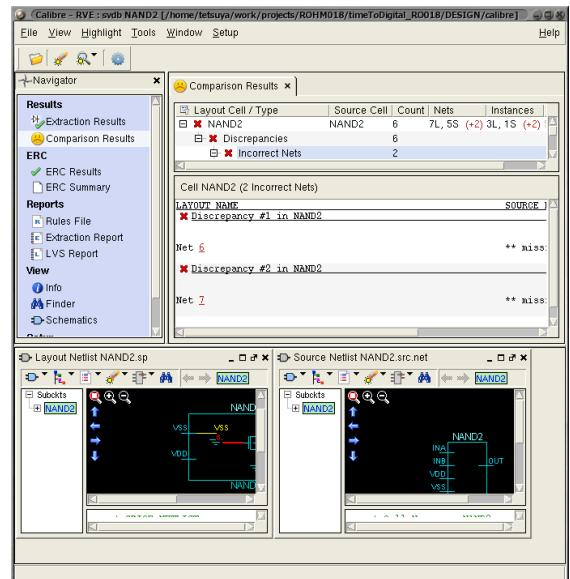

図 23: Calibre RVE による LVS エラーの表示
8. Calibre 実行終了後、自動的に図 23 に示す Calibre RVE が起動するのでエラーをチェックする。
9. Calibre RVE に表示されているログに CORRECT と示されていて、緑色の笑顔マークが表示されれば LVS が Pass している。エラーがある場合には、図 23 に示すようにエラーが表示されている。